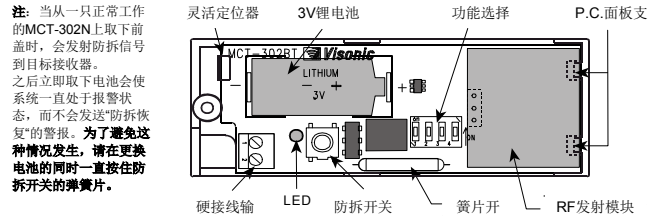
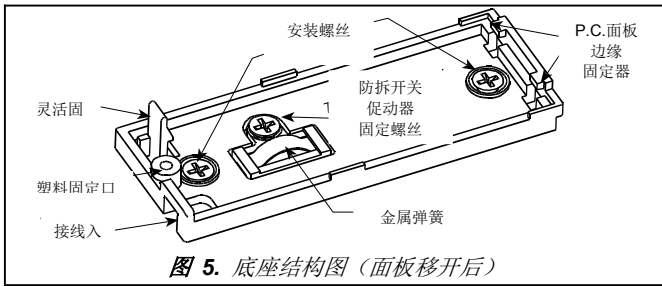

图 1. MCT-302N 结构图 (带面板)
图 5. 底座结构图 (面板移开后)
C. 将面板从底座中的面板固定器中取出 (见图1, 图5)。当心面板一边的簧片开关上的玻璃!
注! MCT-302N 面板下也有一防拆开关，开关实际上为金属薄片，较松地安装在底座上。(见图5)